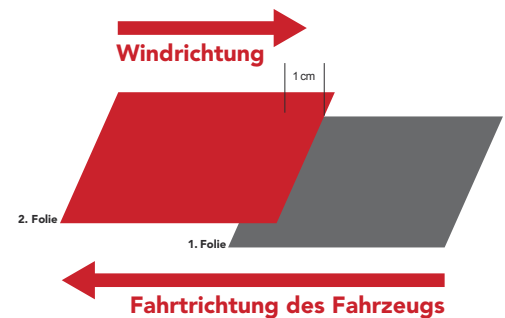

Abbildung 17
- Vertikale Verklebung auf einer beweglichen Fahrzeugfläche: Die Verarbeitung erfolgt stets von hinten nach vorn, die zweite Folie überlappt die erste usw. (Abb. 17)